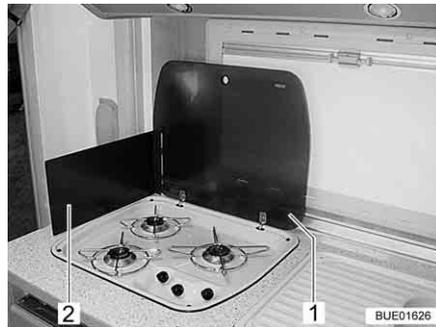

Fig. 206 Cocina de gas
- Abrir la tapa (Fig. 206,1) de la cocina de gas.
- Según el modelo, desplegar o colocar el protector de llama (Fig. 206,2).